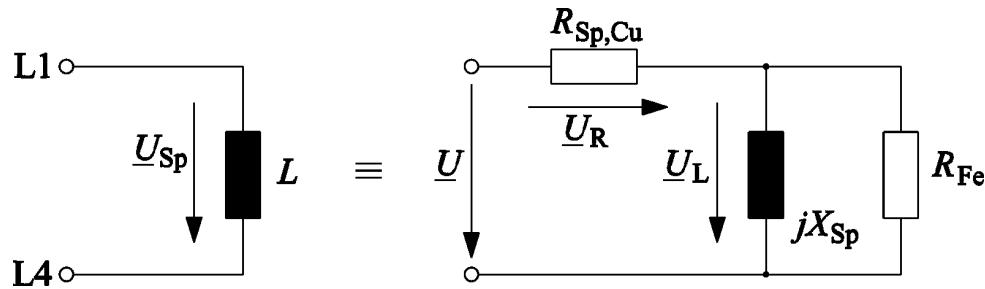

Bild 3.9-1: Ersatzschaltbild einer Spule mit Eisenkern
Bei einer Spule mit Eisenkern treten neben den Stromwärmeverlusten im Widerstand  $R_{Sp,Cu}$  auch Ummagnetisierungsverluste ("Eisenverluste") in Form von Wirbelstrom- und Hystereseverlusten auf. Diese Verluste werden wie die Stromwärmeverluste durch die Wirkleistungsaufnahme der Spulenwicklung gedeckt. Die Ummagnetisierungsverluste können im Ersatzschaltbild für die reale Spule (Bild 3.9-1) als (*Ohm'scher*) Eisenersatzwiderstand  $R_{Fe}$  dargestellt werden, der parallel zur Spule (rein induktiv) mit der Reaktanz  $X_{Sp}$  liegt (siehe auch Versuch 4 „Magnetische Gleich- und Wechselfeldmessungen“, Kapitel 4.5 und 4.6).
15. Berechnen Sie für die Daten  $R_{SpCu} = 35$   $\Omega$ ,  $R_{Fe} = 13.5$  k $\Omega$ ,  $X_{Sp} = 2,5$  k $\Omega$ ,  $U = 40$  V a) die Stromaufnahme der Spule (Bild 3.9-1), b) den Eisenverluststrom im  $R_{Fe}$  und c) den induktiven Strom in  $X_L$ . Verwenden Sie die komplexe Wechselstromrechnung! Geben sie die drei Ströme mit Real- und Imaginärteil an.
16. a) Wie groß ist der Eisenersatzwiderstand  $R_{Fe}$  von Bild 3.9-1, wenn die Spulenspannung  $U_L = 50 \text{ V}$  und die Ummagnetisierungsverluste  $P_{Fe} = 0.2 \text{ W}$  betragen? b) Berechnen Sie den gesamten Wirkwiderstand und Blindwiderstand der in Bild 3.9-1 gezeigten Schaltung b1) allgemein (Formel möglichst vereinfachen), b2) für eine Frequenz  $f = 50 \text{ Hz}$ ,  $R_{Sp,Cu} = 35 \Omega$ ,  $R_{Fe} = 13.5 \text{ k}\Omega$  und  $L_{Sp} = 8 \text{ H}$ !
18. Geben Sie die Verluste für a)  $R_{\text{Sp,Cu}}$  und b)  $R_{\text{Fe}}$  von Bild 3.9-1 an, wenn  $R_{\text{Sp,Cu}} = 30 \Omega$ ,  $U_L = 40 \text{ V}$ ,  $L = 8 \text{ H}$  und  $R_{\text{Fe}} = 15.2 \text{ k}\Omega$  (bei 50 Hz) betragen. c) Welcher Verlustanteil dominiert?